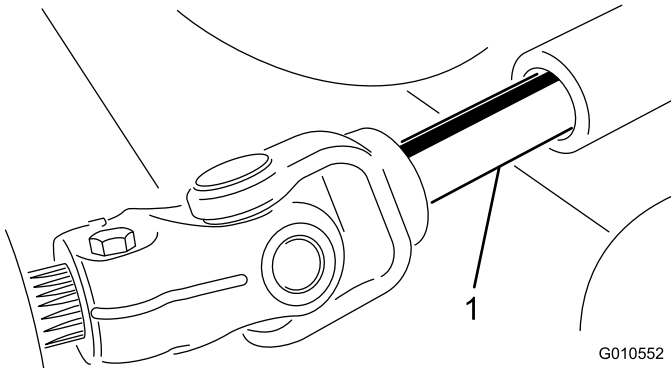

Bild 17
4. Stellen Sie den Motor ab und rollen Sie das Mähwerk von der Zugmaschine und dem Trägerrahmen weg, trennen Sie die Außen- und Innengewindeteile der ZWA-Welle (Bild 17).